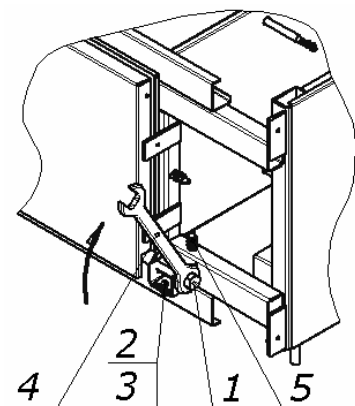

Рис.6
Для регулировки пружины следует выполнить следующие действия (см. рис.6):
2. Освободить ось (рис.6, поз.1) от фиксатора (рис.6, поз.2), компенсируя усилие пружины ключом на «17» (рис.6, поз.4) по направлению стрелки.
- проверка работы пружинных механизмов фиксации дверок секций и, при необходимости, их регулировка (п.8.5.3, рис.6).